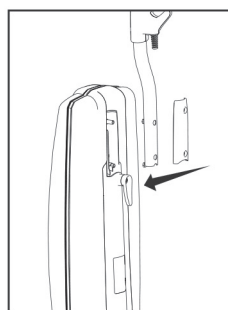

Fig. 3
3. Installez la poignée sur la partie arrière de l'aspirateur, en alignant les trous avec les tenons (Fig. 3).